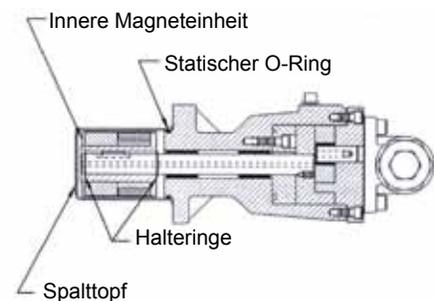

ABBILDUNG 13
- Entfernen Sie den externen Haltering (nahe des Wellenendes) und ziehen Sie die innere Magneteinheit ab. (**Siehe Abbildung 13**). Vergessen Sie nicht, daß dies ein sehr starker Magnet ist. Wenn die Pumpe zerlegt werden muß, müssen Sie den zweiten Haltering entfernen.